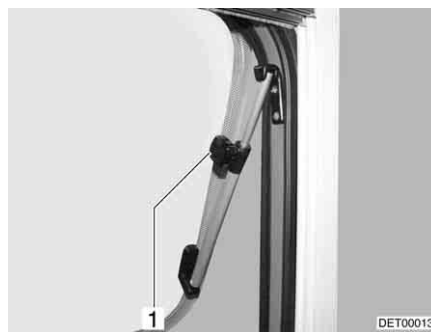

Fig. 57 Finestra apribile con deflettori a rotazione, aperta
- Aprire la finestra apribile fino alla posizione desiderata e fissarla mediante il pomello zigrinato (Fig. 57,1).
- Ruotare il pomello zigrinato (Fig. 57,1) fino a che l'arresto viene sbloccato.